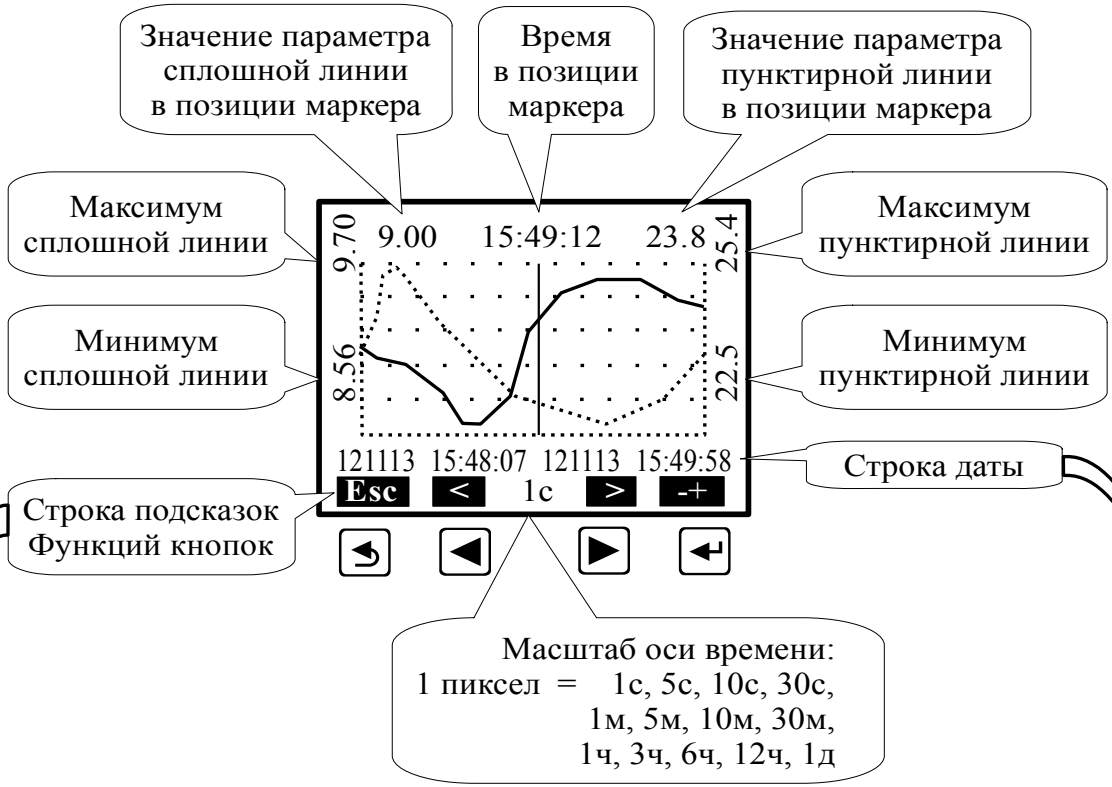

Рисунок 20 - Структура меню «АРХИВ»
3.3.6.3 Установленные архивные данные можно посмотреть на дисплее ИП (Рисунок 20, Рисунок 21).